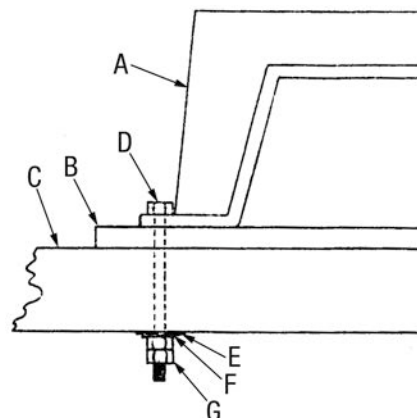

Figure 3
1. Lorsque vous fixez la base (A) Fig.3 de votre scie à chantourner à un établi (C), de préférence solide versus un établi en contre-plaqué, il y aura moins de bruits et de vibrations avec un établi solide.
4	Boulons hex. -1/4 - 20 (D) Fig.3
4	Rondelles 9/32" (E) Fig.3
4	Rondelles à ressort 9/32" (F) Fig.3
8	Écrou hex. 1/4 - 20 (G) Fig.3
3. Un coussinet en mousse (B) Fig.3 de 24"x12"x1/2" (non compris) mis entre votre scie à chantourner et l'établi est recommandé. Ceci réduira le bruit et les vibrations. Voir l'illustration à la Fig.3 pour le montage.